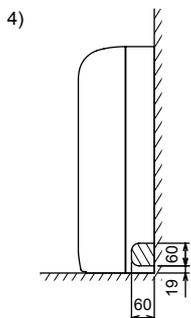

Fig. 3-10
4) **Per la tubazione di destra (Fig. 3-10)**